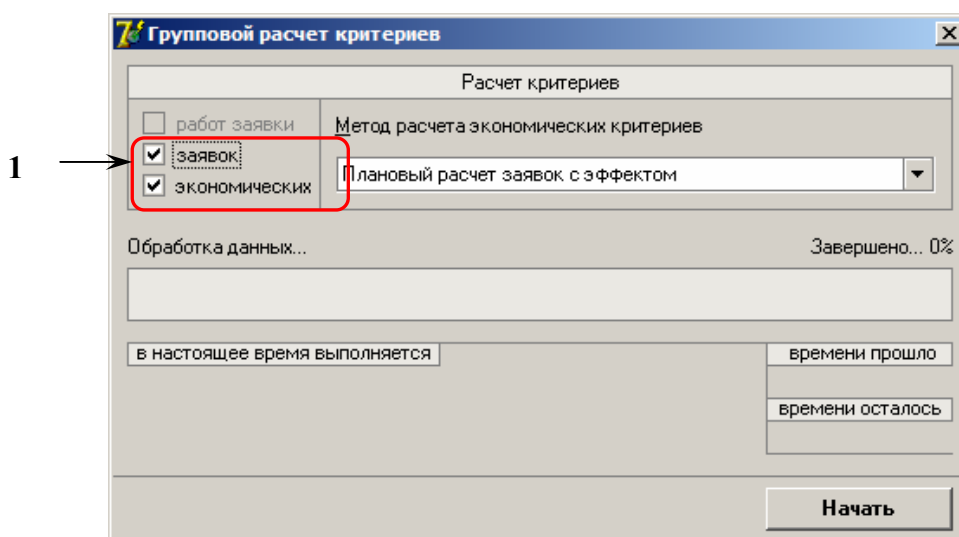

Рисунок 1.72.
3. В открывшемся окне «Групповой расчет критериев» (рис.1.72.) определите параметры проведения групповой операции.
- Задайте группы критериев (рис.1.72. {1}), для которых будет проводиться перерасчет: